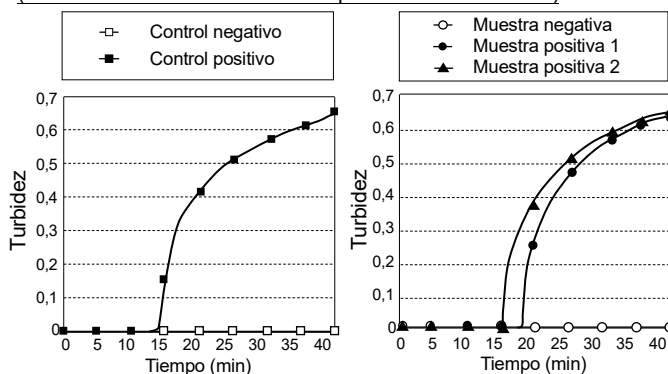

Fig. 1 : Gráficas de amplificación correspondientes a los controles. Fig. 2 : Gráficas de amplificación correspondientes a las muestras.
- (1) Configure el turbidímetro en tiempo real HumaTurb C+A para la detección con este producto.
- (2) Compruebe si la temperatura mostrada en la pantalla alcanza los 65,0 °C (deje que el turbidímetro se caliente durante 20 minutos antes de utilizarlo).
- (3) Coloque los tubos de reacción e inicie el análisis.
- (4) Observe la pantalla del turbidímetro para comprobar si los controles positivo y negativo presentan un aumento de la turbidez. Si la turbidez aumenta en el control positivo, pero no en el control negativo, la reacción de amplificación está teniendo lugar correctamente (Fig. 1). De lo contrario, la reacción de amplificación podría estar teniendo lugar de manera incorrecta. Si este fuera el caso, vuelva a analizar las muestras afectadas.
- (5) Confirme la finalización de la inactivación de la polimerasa (completada automáticamente por el turbidímetro). Retire todos los tubos de reacción del turbidímetro en tiempo real HumaTurb C+A y deséchelos sin abrirlos.
Una vez se haya confirmado que la turbidez aumenta en el control positivo, pero no en el control negativo, evalúe las muestras atendiendo a los siguientes criterios (Figs. 1 y 2).